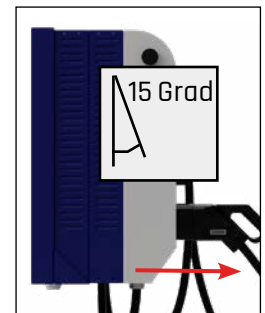

Abb. 13: Schutzabdeckung Winkel
- 4** Schutzabdeckung im unteren Bereich mit ca. 15 Grad abheben (siehe Abb. 13) und nach oben schieben, bis die gesamte Schutzabdeckung entfernt werden kann.